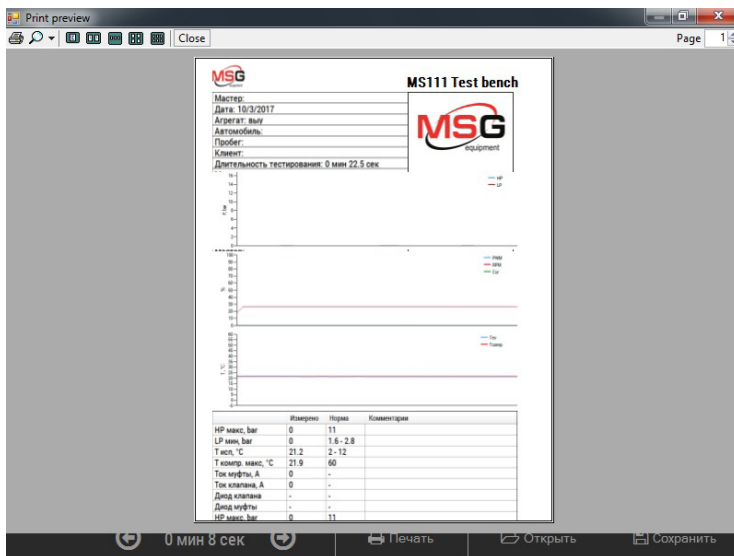

Рис. 11 – Окно просмотра сохраненного результата и вывода его на печать
2. сохранение проверки агрегата с введенными данными и переход в «Просмотр сохраненного результата и вывода его на печать» для меню **«Печать»** (Рис. 11).